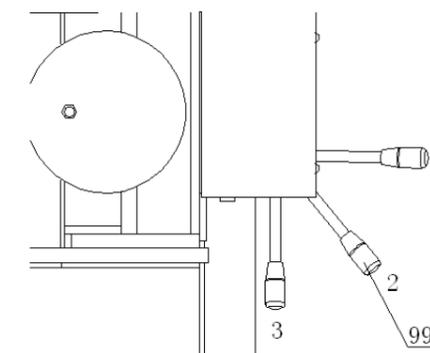

Рис. 12
7.1 Переключите рукоятку распределительного клапана в позицию 2. (см. Рис. 12):
- Когда рукоятка (99) находится в позиции 1, шток поршня втягивается
- Когда рукоятка (99) находится в позиции 2, шток поршня останавливается.
- Когда рукоятка (99) находится в позиции 3, шток поршня выдвигается.
7.3 Установите рукоятку (99) в позицию 3 (см. Рис. 12), проверьте, корректно ли работает плунжер. Если он работает правильно, значит воздух выпущен. Если нет, повторите процедуру п. 7.1-7.2.
7.4 Установите рукоятку распределительного клапана в позицию 2. (см. Рис. 12)
7.6 Установите рукоятку (99) в позицию 3 (см. Рис. 12), проверьте, корректно ли работает плунжер. Если он работает правильно, значит воздух выпущен. Если нет, повторите процедуру п. 7.1-7.2.
7.8 Установите рукоятку (99) в позицию 2 (Рис. 12), затем нажимайте на педаль (P54), чтобы пневматический привод работал не менее 2 минут.
7.9 Установите рукоятку (99) в позицию 3 (рис. 12), затем нажимайте на педаль (54). При работающем пневматическом приводе проверьте, правильно ли работает плунжер. Если он работает верно, воздух выпущен. Если нет, повторите процедуру п. 7.7-7.8.
8.1.1.2 Установите рукоятку (99) в позицию 3. (рис. 12)
8.2.1.2 Установите рукоятку (99) в позицию 1. (рис. 12)